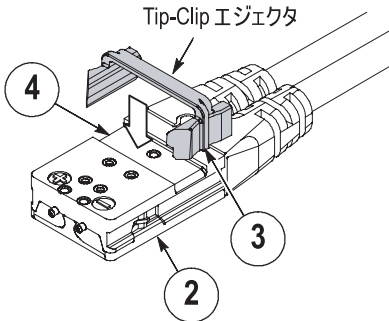

図 9 : Tip-Clip エジェクタの取付け
2. プローブ・チップを裏返し、プローブ・チップの背面が見えるようにします。図 9 を参照してください。